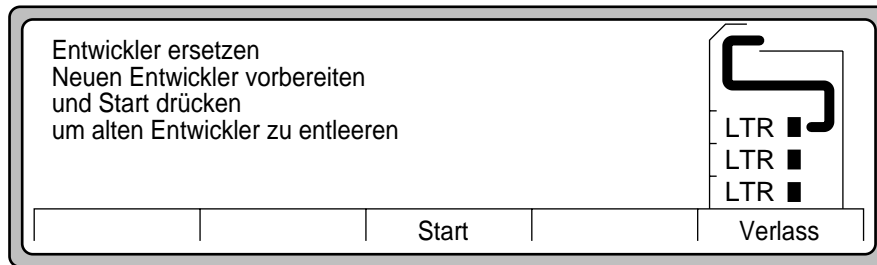

Abbildung 4-12 Entleeren des Entwicklers
5. Drücken Sie Wahl, um die Anleitungen zum Entwickler anzuzeigen (siehe Abbildung 4-12).
6. Drücken Sie Start, wie in Abbildung 4-12 gezeigt.